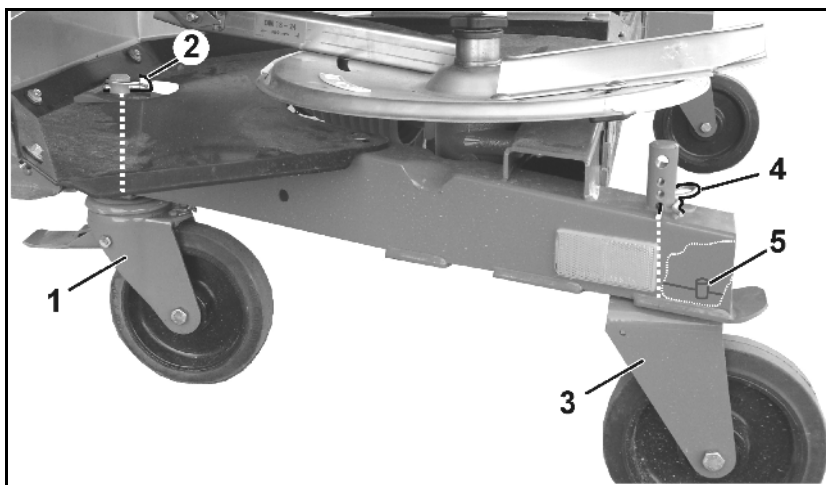

Fig. 50
5. Role de frânare direcționabile (Fig. 50/1) față
- o montați și asigurați cu șplinturi (Fig. 50/2), respectiv
6. Role rigide (Fig. 50/3) spate
- o montați și asigurați cu șplinturi cu arc (Fig. 50/4) în orificiile cele mai de jos, respectiv
La montarea rolelor rigide, aveți în vedere ca boltul (Fig. 50/5) să treacă prin gaura cadrului și astfel să imobilizeze rolele în direcție longitudinală.